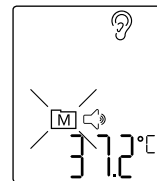

Bild 4
- Sie können vor Durchführung der Messung den zuletzt gemessenen Temperaturwert abrufen. Drücken Sie dazu die MEMO-Taste. Der zuletzt gemessene Temperaturwert wird zusammen mit dem blinkenden 'M' Symbol im unteren Teil des Displays angezeigt (Bild 4). Danach wechselt das Thermometer zurück in den Messmodus.